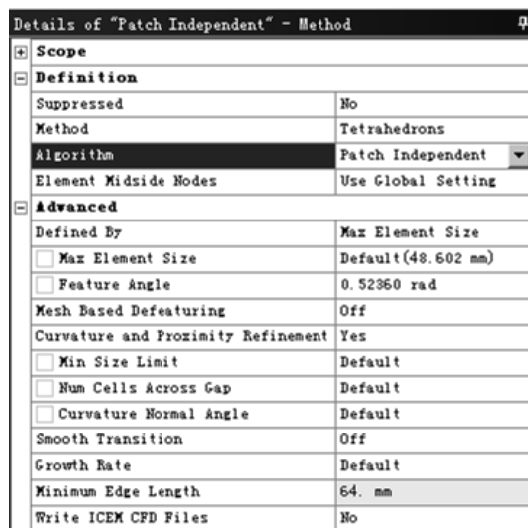

图 4.1.7 “Details of ‘Patch Independent’ -Method”对话框（一）
(1) 协调分片算法 (Path Conforming)。该方法基于 TGrid 算法,先生成面网格,然后生成体网格。
- ◆ 选用协调分片算法的方法: 在图 4.1.7 所示的“Details of ‘Patch Independent’ -Method”对话框 **Definition** 区域的 **Method** 下拉列表中选择 **Tetrahedrons** 选项, 在 **Algorithm** 下拉列表中选择 **Patch Independent** 选项。